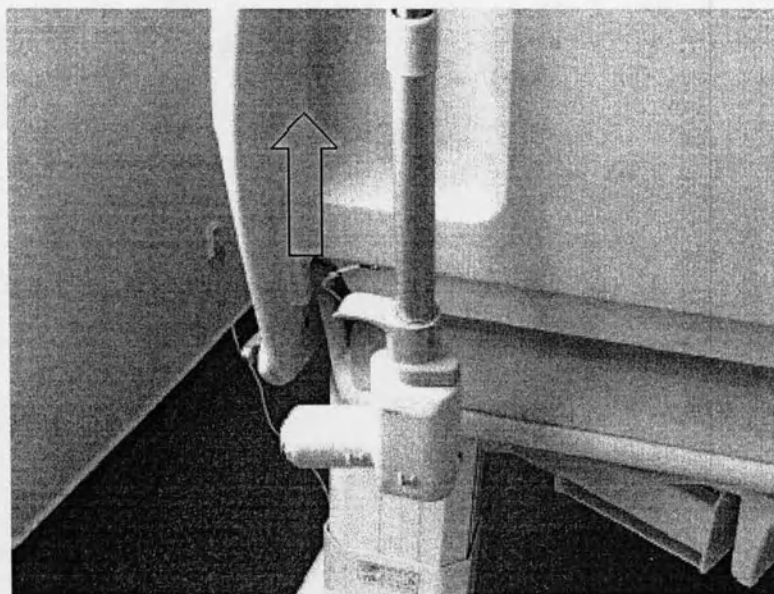

Рис. 5. Разблокирование заднего электродвигателя
- разблокировать задний электродвигатель, для чего потянуть ручку в указанном стрелкой PULL IN EMERGENCY направлении (см. рис. 5);